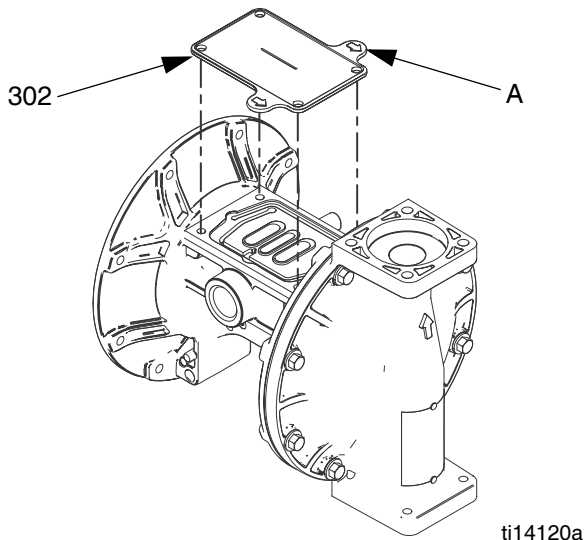

FIG.7 Gereedschap voor de materiaaldeksel
- c. Smeer de U-kappen (106) en de lengte en uiteinde van de membraanas (104). Schuif de as in de behuizing.
- f. Plaats de eerste materiaaldeksel (3) terug. Zie **Koppelinstructies** op blz. 15.
- a. Zie FIG.7. Plaats het geleverde gereedschap (302) daar waar normaal de pakking van de luchtklep (108) geplaatst is. De pijl (A) dient gericht te zijn naar de materiaaldeksel die al werd bevestigd.